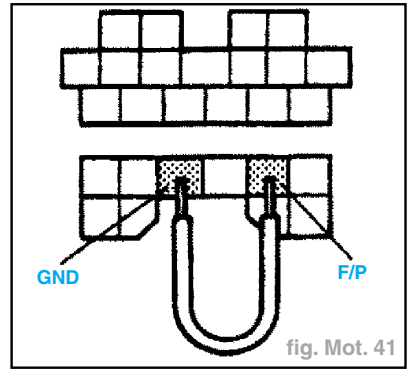

fig. Mot. 41
- Raccorder les bornes **F/P** et **GND** du **DLC** (connecteur de liaison de données) à l'aide d'un câble volant (fig. Mot. 41).
- Raccorder les bornes **F/P** et **GND** du **DLC** à l'aide d'un câble volant (fig. Mot. 41).